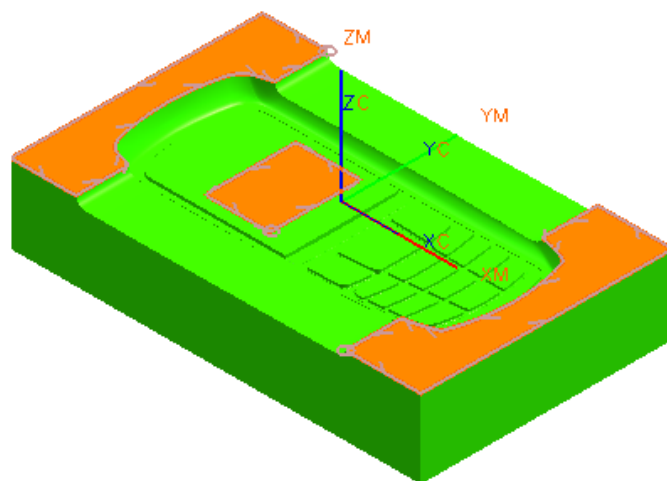

图 9-220
- 单击 ，选择如图 9-220 所示的平表面，单击 OK。